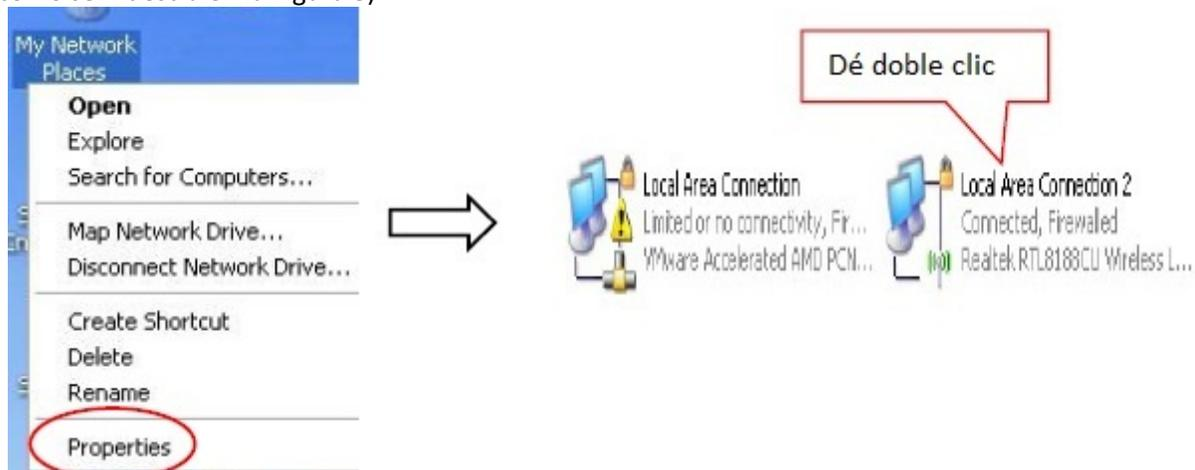

Figura 8
- (1) Obtener el modo de seguridad y tipo de cifrado de acuerdo con la información de la red correspondiente dada por el administrador de la red.
- (2) Encontrarla entrando al ruteador del punto de acceso con la cuenta del administrador.
- (3) Encontrarla a través del sistema operativo Windows y los pasos que se muestran a continuación (se toma WIN XP como ejemplo).
- ① Haga clic derecho en “My Network Places”, haga clic en “Properties”, Haga doble clic en “Local Area Connection 2” (como se muestra en la Figura 8).